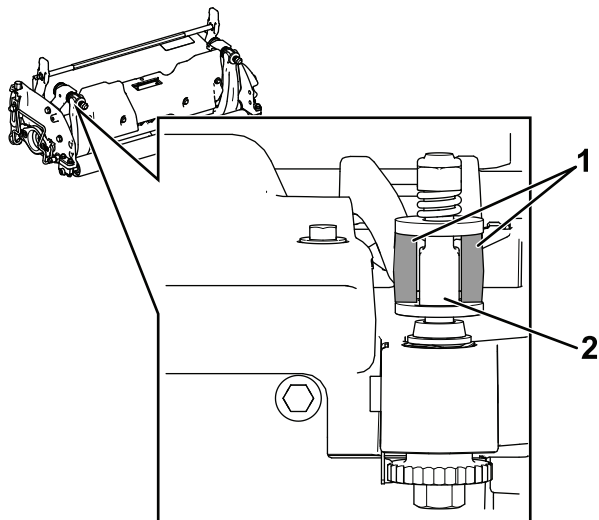

図 25
**重要** 図 25 に示すように、DPA アジャスターをベッドバーの耳の中央に配置する。